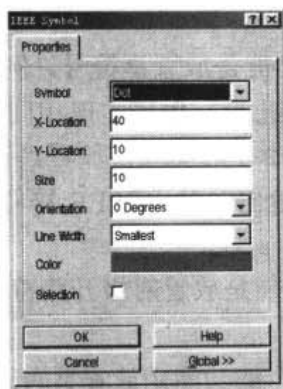

图 5-18 IEEE Symbol (IEEE 符号) 属性设置对话框
**IEEE 符号的属性设置：**与其他图件的属性设置一样，IEEE 符号属性有两种设置方法：处于放置状态时按 Tab 键，或双击已经放置好的 IEEE 符号，都将弹出如图 5-18 所示的 IEEE Symbol (IEEE 符号) 属性设置对话框。